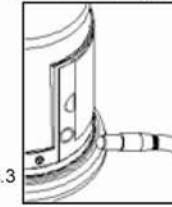

Рис.3
- Чтобы зарядить аккумулятор, вставьте разъем зарядного устройства в гнездо. Аккумулятор емкости 1500 мА/ч следует заряжать примерно 3 часа. (Рис.3)